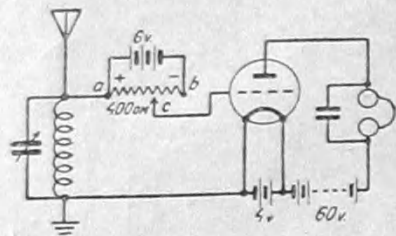

Рис. 9. Задание сетке отрицательного напряжения помощью батареи с потенциометром.
1. Схема этого способа дана на рис. 9; здесь батарея напряжением 6—10 в (в зависимости от формы характеристики) присоединяется к движку *ab* переменного реостата (называемого в данном случае, по выполняемой им функции, потенциометром) с сопротивле-
нием порядка 400 ом. Цепь сетки присоединяется одним концом к зажиму *a*, другим к движку на потенциометре *c*. Батарея задает на потенциометре падение напряжения с полярностью, указанной на рис. 9. Передвигая движок вдоль потенциометра, можно задать любое напряжение на сетку в пределах напряжения батарейки. При включении батарейки, указанном на рисунке, мы задаем отрицательную разность потенциалов на сетку — нить лампы, при чем задаваемый потенциал будет тем более отрицателен, чем ближе к точке *b* помещен движок. Если полярность батарейки переменна, то движок будет задавать